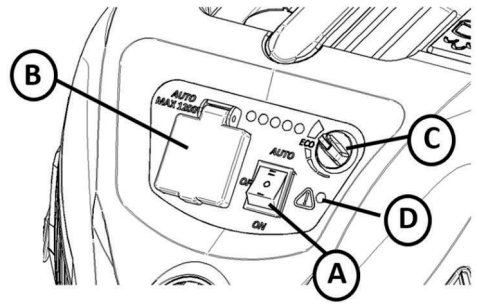

Abb. 10
ausgestattet ist (siehe Abbildung 10). Schließen Sie den Einlass mit der Hand oder benutzen Sie die Öffnung in der Maschine (B). Nach dem Schließen des Einlasses 2-3 Sekunden warten, bis der maximale Unterdruck aufgebaut worden ist.